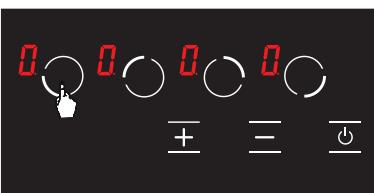

Abbildung 6
2. Die entsprechende Kochplatten-Auswahltaste wird berührt. Bei der ersten Berührung erscheint im jeweiligen Herd das **H** Symbol. (siehe Abb. 6)